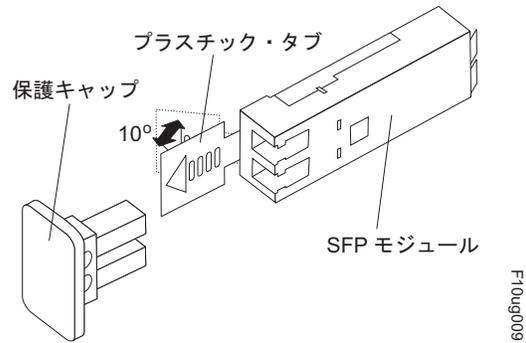

図 73. SFP モジュール・ラッチのアンロック - プラスチック・タブの場合
- プラスチック・タブが入っている SFP モジュールの場合は、139 ページの図 73 に示すように、プラスチック・タブを外側に 10° 引いて SFP モジュールのラッチをアンロックします。